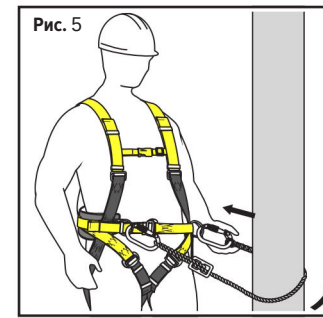

Рис. 5
- Обогните строп вокруг элемента конструкции и присоедините карабин к левому элементу крепления на поясном ремне (или к правому – для пользователя-левши) (рис. 5).